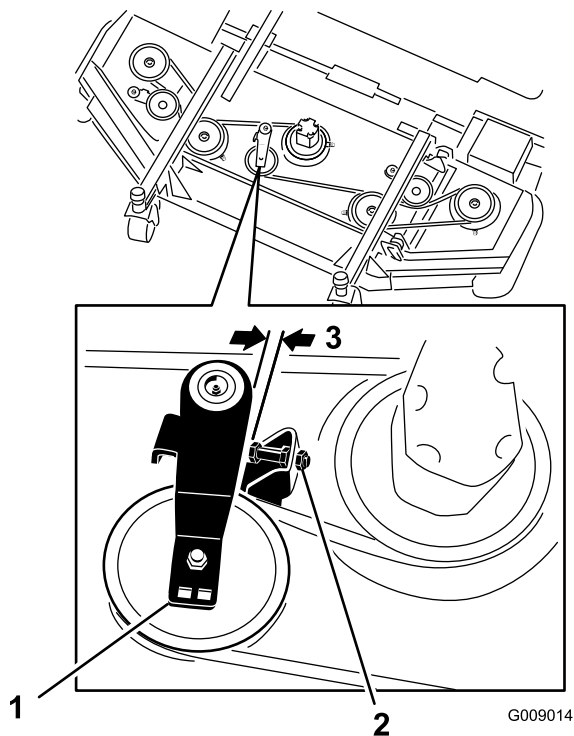

図 81
3. 前デッキで、アイドラプーリのストップねじのジャムナットをゆるめ、ストップねじをブラケット内部まで進める 図 81。
4. ラチェットレンチのようなものを使って、アイドラプーリを駆動ベルトから離してベルトの張りをなくし、デッキプーリからベルトを外す 図 81。